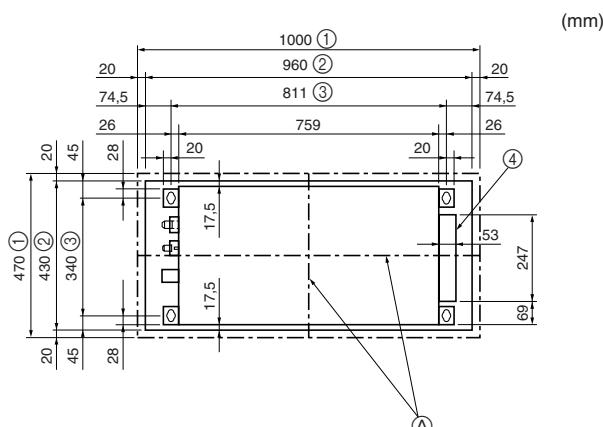

Fig. 2-3
2.3. Plafondopeningen en posities voor installatie van de ophangbouten (Fig. 2-3)